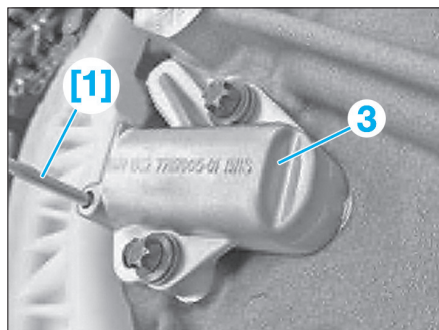

Fig. 21
- Serrer les vis du tendeur de chaîne (3) au couple (Fig.21).